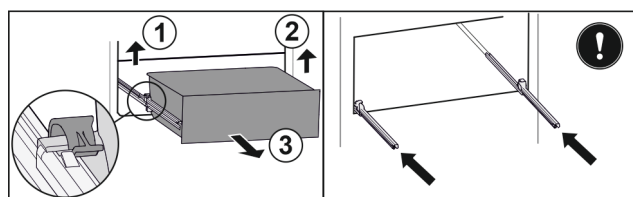

Fig. 78
- ▶ Nadvihnite ľavú svorku a súčasne ťahajte zásuvku vľavo dopredu. Fig. 78 (1)
- ▶ Nadvihnite pravú svorku a súčasne ťahajte zásuvku vpravo dopredu. Fig. 78 (2)
- ▶ Odoberte zásuvku dopredu. Fig. 78 (3)